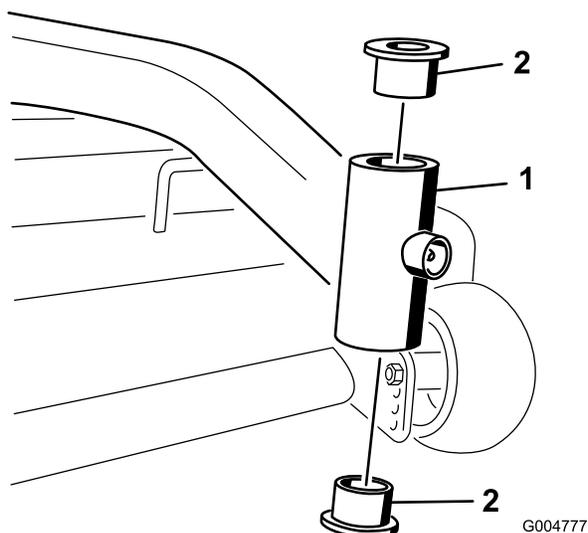

Bild 33
5. Stecken Sie einen Stift in das Befestigungsrohr und treiben die Büchsen vorsichtig heraus (Bild 33).
9. Prüfen Sie die Laufradgabel auf Abnutzung und tauschen sie bei Bedarf aus (Bild 33).
11. Setzen Sie die Distanzstücke auf die Laufradgabel und befestigen Sie sie mit dem Sicherungsring (Bild 33).